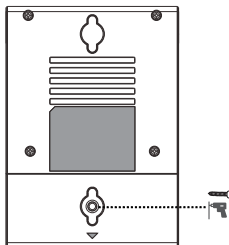

図2
1. ケーブル接続後、裏カバーを閉じ、図2に示すように PA3×8 mm ネジで固定します。